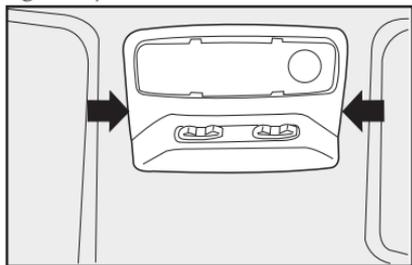

fig. 69
Algunas versiones pueden presentar otro tipo de conjunto de luz interna, como el representado en las **figs. 69 y 70**.
- con un destornillador en los puntos indicados por las flechas, saque el conjunto de luz interna montado a presión por las trabas **fig. 69**;